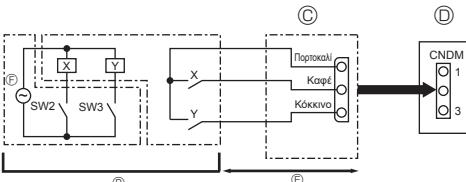

Fig. 8-2
8.2. Λειτουργία ρύθμισης (επιπόπου τροποποίηση) (Fig. 8-2)